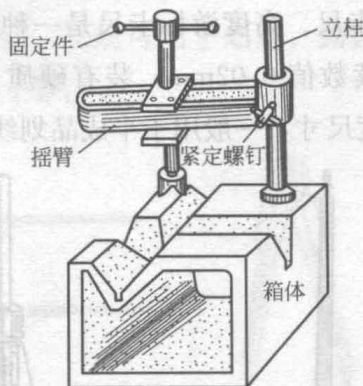

图 1-7 方箱
⑦ 划线锤。它用来在线条上打样冲眼，并且调整划线盘划针的升降。
⑧ 方箱（如图 1-7 所示）。它用于夹持工件并方便翻转后划出工件的垂直线。它的六面都经过刨和精刮加工，并且互成直角。上端有放置圆形工件的 V 形槽和夹紧装置。